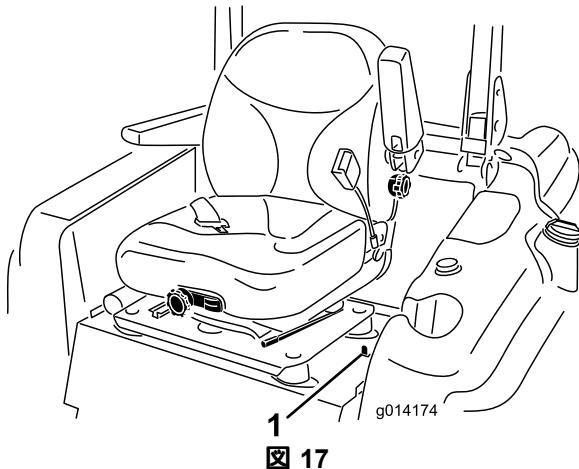

図 17
1. 運転席の左側に配置されている座席固定ラッチを後ろに倒すと、運転席全体を前に倒せるようになる(^{図 17})。